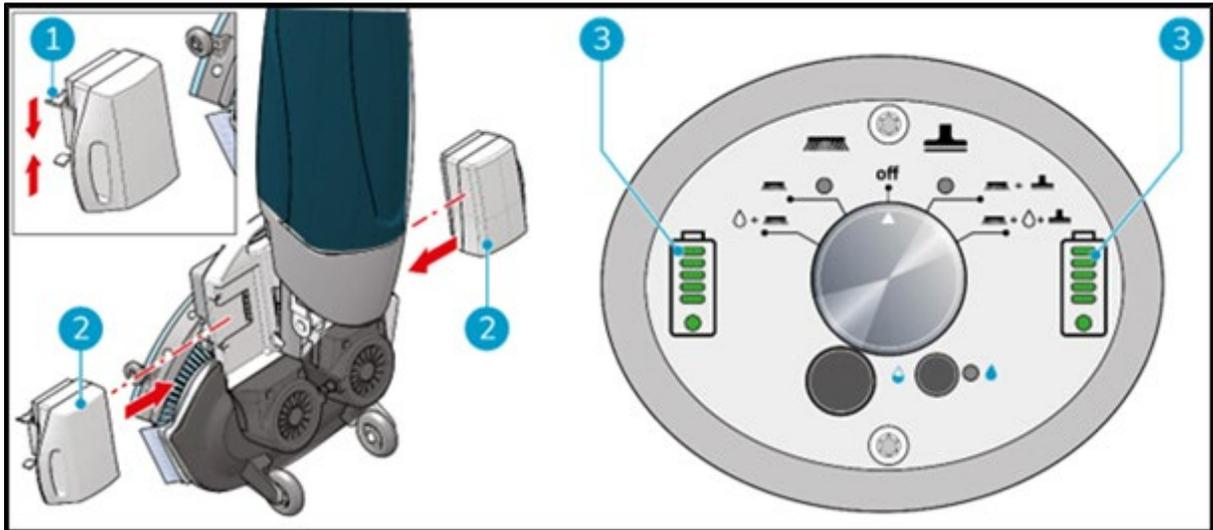

Figure 14
1. Insérez la pile codée bleue (figure 14, pos. 2) dans le logement bleu de la pile. Un clic indique que la pile est verrouillée en place (figure 14, pos 1).
3. Pendant le fonctionnement, les indicateurs de batterie (figure 14, pos 3) sur le panneau de commande indiquent la quantité d'énergie restante.